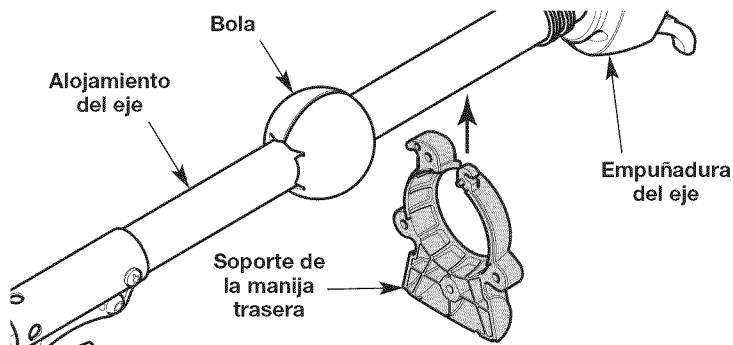

Fig. 3
2. Coloque con cuidado el soporte de la manija trasera en el alojamiento del eje (Fig. 3). Verifique que el soporte de la manija trasera quede entre la bola y la empuñadura del eje (Fig. 3).